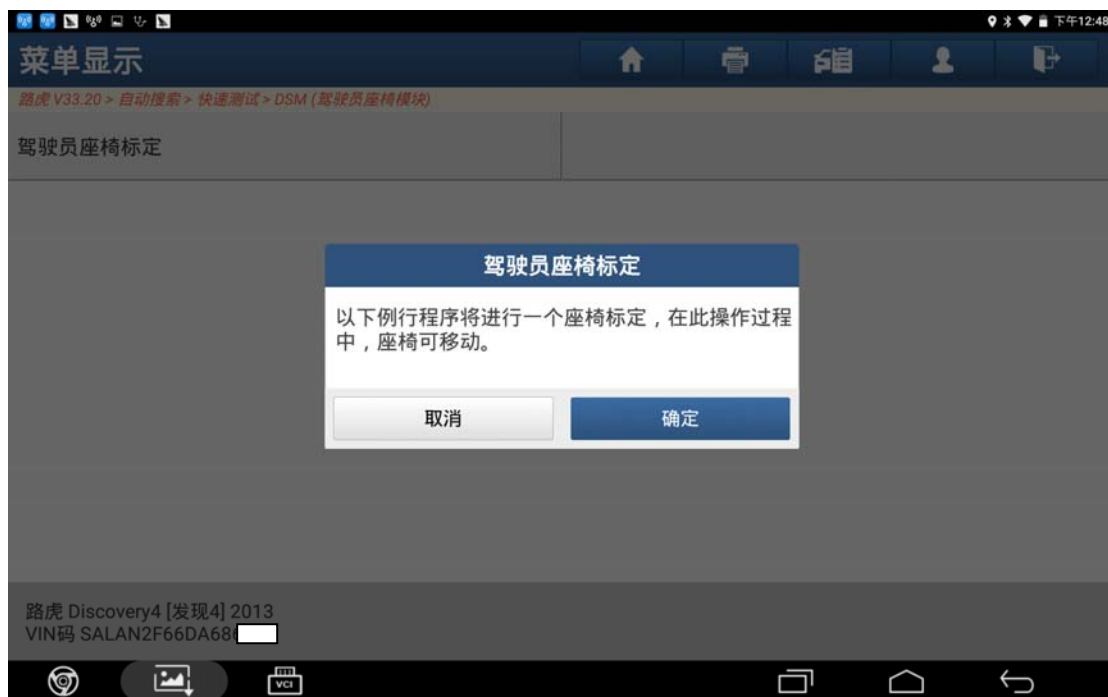

图 4
- 4). 提示“以下例行程序将进行一个座椅标定，在此操作过程中，座椅可移动”，点击“确定”继续，如图 4；